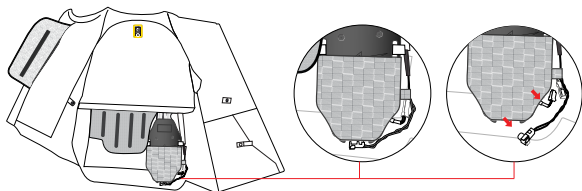

Figura 12
2. Accedere all'alloggiamento del gonfiatore (4) e scollegare il Connettore della batteria (6) e il Connettore dello Squib del Gonfiatore (5) (Figura 12).